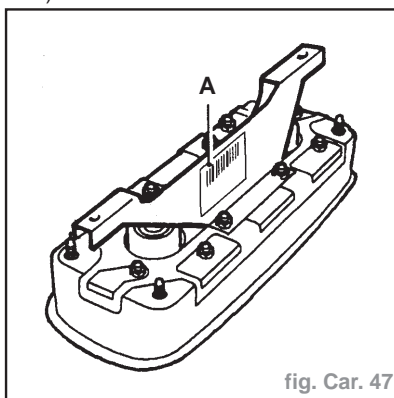

fig. Car. 47
- Module d'airbag - passager (fig. Car. 47)